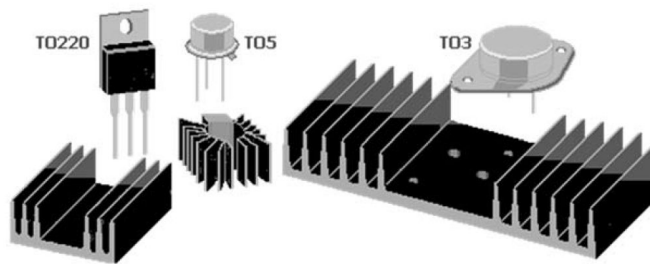

Figure 14 - Composants et radiateurs
Pour favoriser les échanges thermiques avec le milieu extérieur, les différents composants de l'électronique de puissance (diodes, transistors) sont généralement montés sur des radiateurs (figure 14).
- Q30.** Exprimer en fonction de T_0 , T_a , b , h , λ et e la puissance thermique totale évacuée par l'ailette. Peut-on réduire la longueur de l'ailette sans diminuer sensiblement son efficacité ? Si oui, proposer une nouvelle longueur notée a' . Commenter la forme des radiateurs apparaissant sur la **figure 14**.